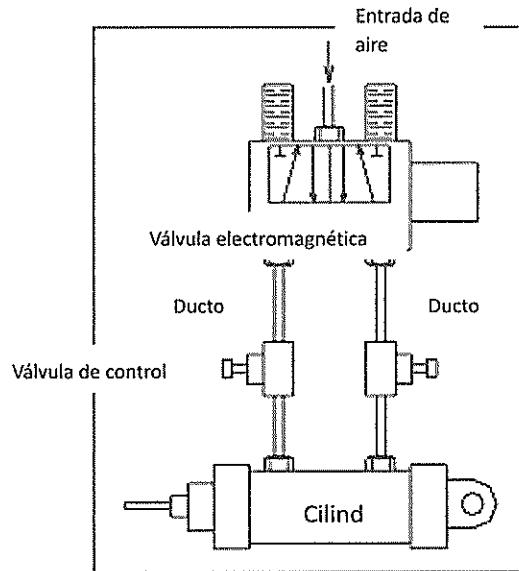

Figura 5-3
5. Verificación de la válvula electromagnética: Si las fotocélulas y el relé no tienen problemas, por favor escuche si hay sonidos producidos por el flujo de aire dentro de la válvula electromagnética. Si no hay sonidos, cambie la válvula electromagnética (Figura 5-3).
6. Verificación de la válvula de control: La válvula de control tiene como propósito el ajuste del flujo de aire hacia el cilindro. Si no hay cambio ninguno del flujo después del ajuste, por favor cambie la válvula de control (Figura 5-3).